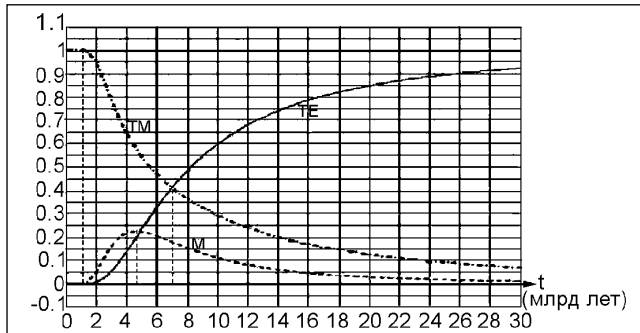
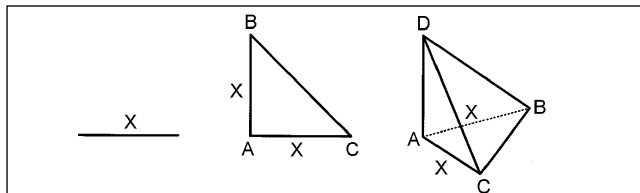

Рис.1. Простейшие геометрические фигуры размерностей 1, 2, 3.
Рис.2. Динамика развития соотношений ТЭ, ТМ и М.
Затем эстафетную палочку берет тандем ученых — Д.Харрис и Д.Делурье из Института аэрокосмических исследований при Университете г.Торонто. Возглавляемый ими коллектив разработал и построил в период с 1991 по 1996 г. полномасштабный моторный орнитоптер (рис.1 и рис.2) по схеме одноместного самолета-высокоплана с традиционным оперением, объемным фюзеляжем, закрытой пилотской кабиной с «фонарем» и высокоточным 3-колесным шасси. Масса аппарата — 322 кг, размах крыльев — 12,6 м, площадь крыльев — 14 кв.м, угол маха кры-
Я люблю экспериментировать — это часть моей души. Это касается не только занятий в области акустики, но и проведения численных экспериментов с появлением персональных компьютеров. Но порой хватает и простого калькулятора, у которого есть возможность расчета функций. Несколько лет назад я проводил исследование: строил простейшие геометрические объекты для своих размерностей — отрезок величиной x , полуквадрат со стороной x , пирамиду, в основании которой лежит предыдущий полуквадрат и высотой x и т.д. (рис.1), и определял их меру. Длина отрезка $V_1 = x$, площадь полуквадрата $V_2 = x^2/2$, объем пирамиды $V_3 = x^3/6$, а объем n -мерной пирамиды вытекает из формулы $V_n = x^n/n!$ (предоставляю возможность вывести ее самим). Просуммируем все объемы V_n , начиная с $n = 0$ и до бесконечности:
1. Нильс Бор произнес знаменитую фразу: «Ваша теория недостаточна безумна, чтобы стать реальностью». «Побезумствую» и я, рассматривая кривые ТЭ, ТМ и М на рис.2: а) соотношение ТЭ — это отношение первых двух членов ряда экспоненты к ее общей сумме. Или столько «весит» 0-мерная + 1-мерная составляющие Вселенной к ее общей материи. Наш реальный 3-мерный мир — М — соответствует 4-му члену ряда экспоненты. Но ведь есть и ТМ — оценка «веса» 2-мерной + 4-мерной + 5-мерной и т.д. составляющих Вселенной. Получается, что наша 3-мерная действительность лишь островок среди разных размерностей Вселенной; б) далее предположу следующее — нарастание ТЭ и одновременно уменьшение ТМ и М есть процесс упрощения пространственно-топологической конструкции Вселенной,
Динамика изменения $f(t)=TЭ$, $p(t)=TМ$ и $g(t)=M$ от времени t показана на рис.2, где $T=14 \cdot 10^9$ лет, по оси Y отложены ТЭ, ТМ и М в отношении к 1 (100%-ном отношении), т.е., отношение соответствующей пропорции к общей величине Вселенной.
- В Интернете приведены данные, что примерно через 7 млрд лет после Большого взрыва — половина возраста Вселенной — ТЭ сравнивается с ТМ и начинается процесс ускоренного разлета Вселенной. Графики для ТМ и ТЭ на рис.2 подтверждают это.
- Зарождение первых галактик началось через ~ 10^9 лет после Большого взрыва. На графике изменения ТМ на рис.2 мы видим плоский участок длительностью ~ 109 лет, а затем резкий спад ТМ и одновременно начало быстрого роста М и немного позже ТЭ.